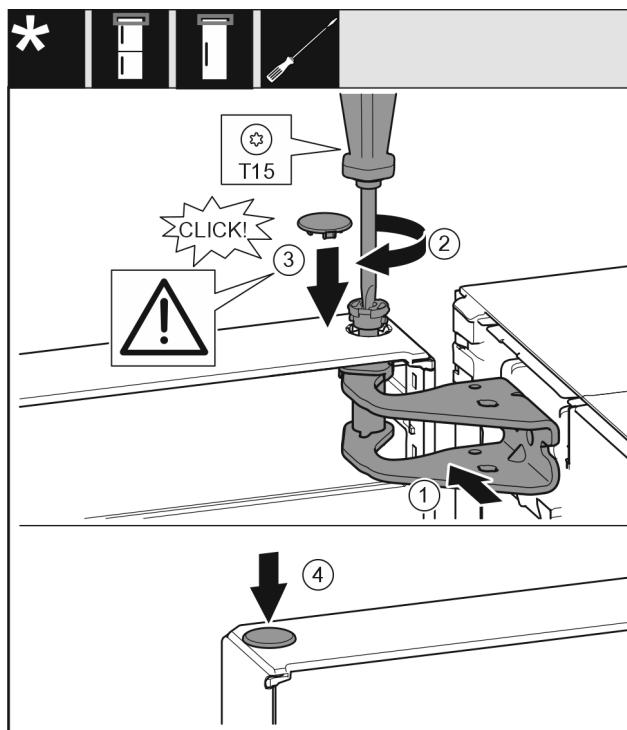

Fig. 23
- ▶ 将门的上方对准托架中的开口。Fig. 23 (1)
- ▶ 放入螺栓 Fig. 23 (2)并用螺丝刀拧紧。
- ▶ 安装冰箱门安全装置的安全盖 Fig. 23 (3)：放入安全盖并检查其是否在门上。此外将螺栓完全插入。
- ▶ 放上堵头 Fig. 23 (4)。